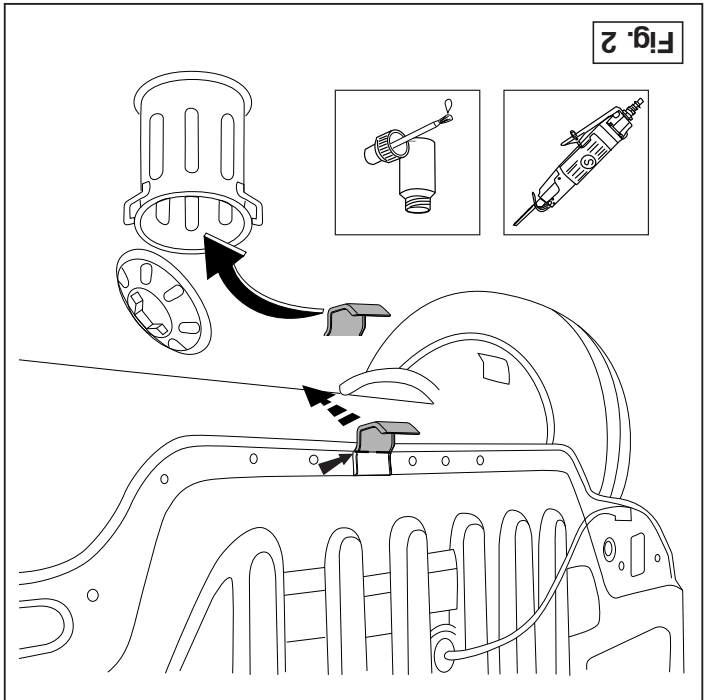

Fig. 2
5. Remove the metal fixing profile as shown in figure 2.
5. Déposer le profilé de fixation métallique indiqué à la figure 2.